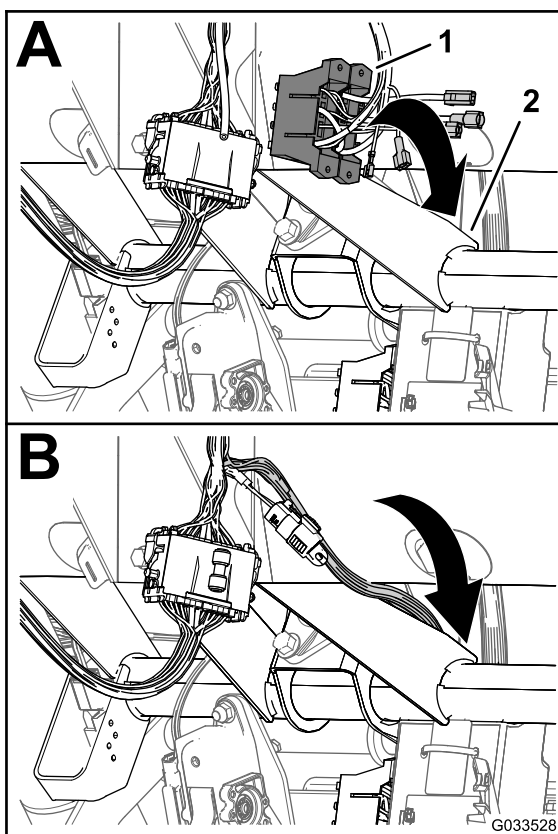

Figura 24
1. La consola de comandă a pulverizatorului, pozai ramura cablajului frontal cu blocurile de siguranță dintre baza panoului tabloului de bord i tubul transversal al asului mainii i în jos spre partea frontală a blocului de sigurane al mainii (Figura 24).